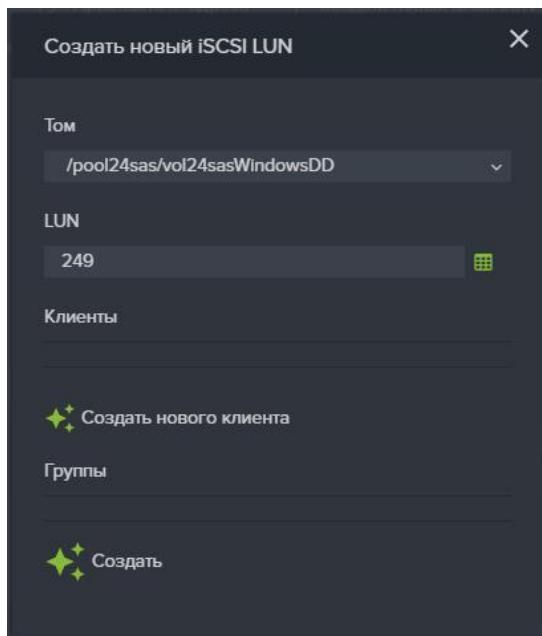

Рисунок 83. Создание iSCSI LUN.
2. Нажмите на кнопку «Создать новый iSCSI LUN», откроется одноименное окно (см. Рисунок 83);